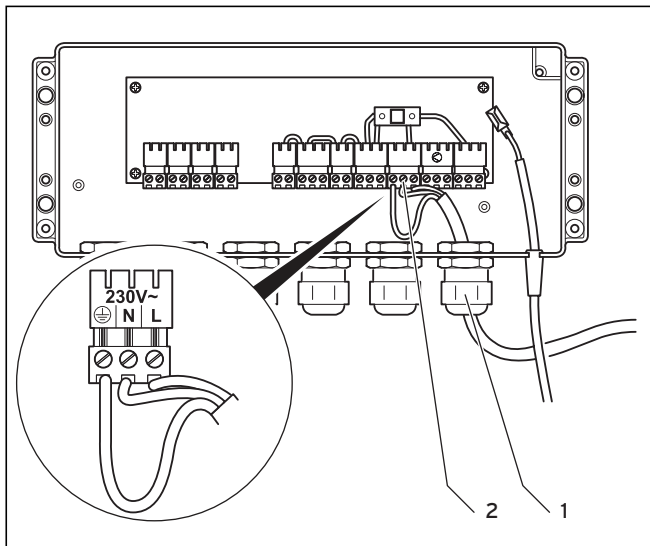

Fig. 5.6 Collegamento del cavo di alimentazione
- Collegare il cavo di alimentazione nella scatola di comando all'altezza dell'attacco, come illustrato nella fig. 5.6.
- Stringere il pressacavo (1) per garantire lo scarico della trazione e la protezione antispruzzo.
- Collegare il cavo di alimentazione ai morsetti corrispondenti ⊕, N e L del sistema ProE (2).
- Far passare i cavi di collegamento attraverso i pressacavi (1, fig. 5.6) ed introdurli nella scatola dei cavi.